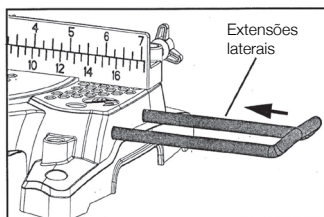

Figura 1.1
- b. Instale as extensões laterais de estabilidade. Para instalar a extensão de estabilidade, solte os parafusos da mesa, insira a extensão e aperte os parafusos. **(figura 1.1)**